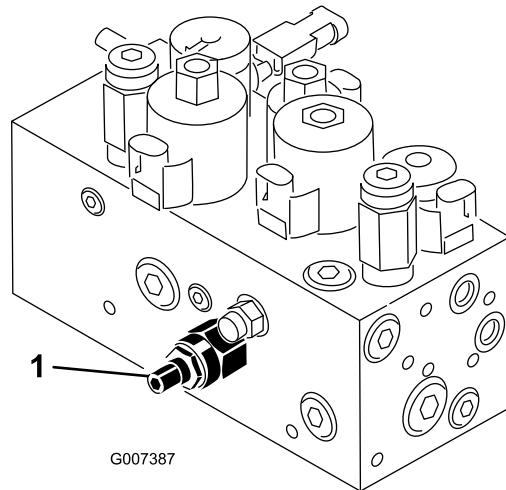

Bild 58
Der Hub-/absenkungskreis der Mähwerke ist mit einem Stromventil ausgerüstet (Bild 58). Dieses Ventil wird im Werk um ungefähr 3 Umdrehungen geöffnet. Zum Ausgleichen unterschiedlicher Hydrauliköltemperaturen und Mähgeschwindigkeiten usw. müssen Sie dieses Ventil jedoch u. U. einstellen. Gehen Sie dabei folgendermaßen vor:
1. Klappen Sie den Sitz hoch und finden Sie das Hauptregulierventil für das mittlere Zuggestell (Bild 58), das sich neben dem Hydraulikverteiler befindet.